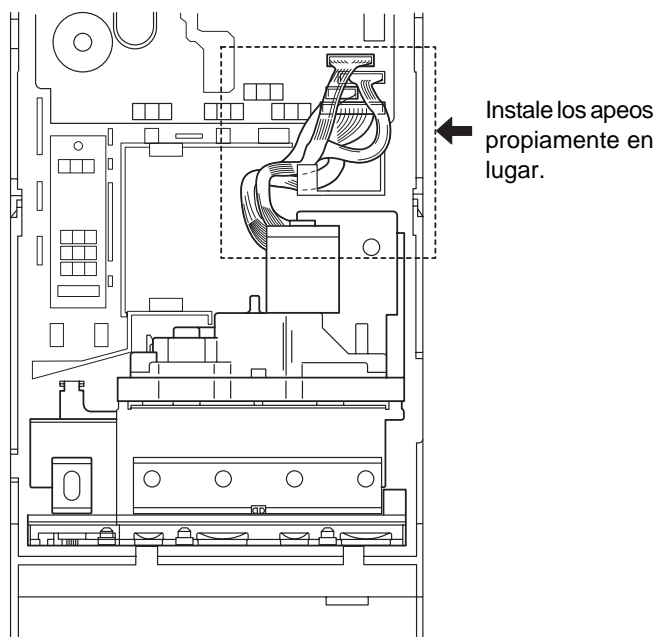

Figura 9
2. Enchufe los conectores y guíe el trasero de apeos en lugar. (Véase la Figura 9.)